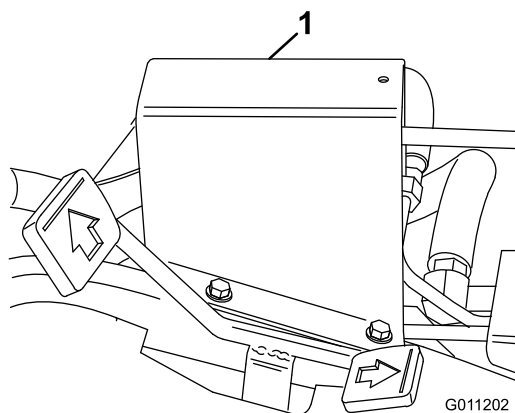

Figura 41
1. Coloque as bobinas 1, 2 e 3 em neutra (centro do deslocamento) e retire o resguardo da barra de transferência do painel do pé(Figura 41).